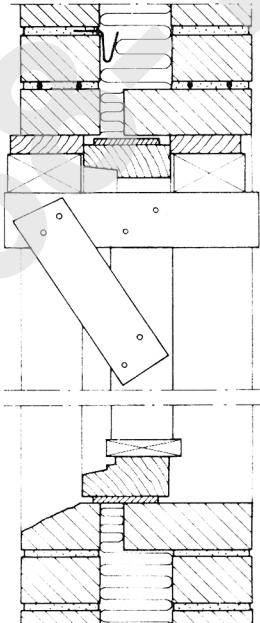

Fig. 231
- 231 Når muringen har nådd toppkarmen, settes det opp en forskaling for overdekkingen, fig. 231. Toppkarmen må ikke belastes av overdekkingen. Derfor må forskalingen gjøres så nøyaktig at det mellom overdekkingen og det påspikrede bord på toppkarmen blir en avstand av 2-3 mm.